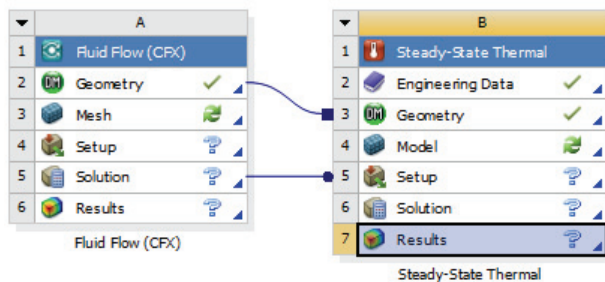

图 24-26 分析项目
3) 在工具箱中的 Analysis System > Static-State Thermal 上按住鼠标左键拖曳到项目管理区中, 当项目 A 的 Solution 项红色高亮显示时, 放开鼠标创建项目 B, 此时相关联项的数据可共享, 如图 24-26 所示。